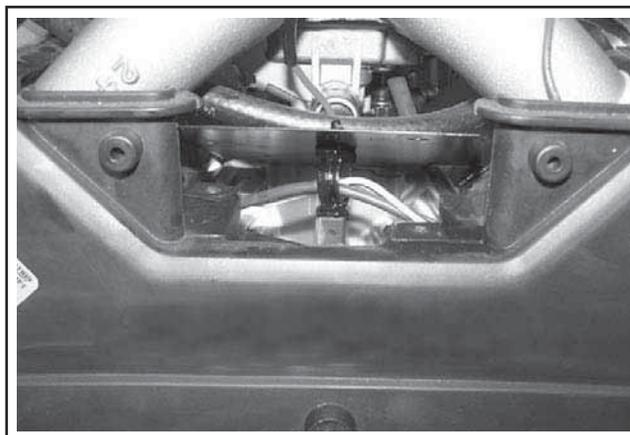

Figure 11-53. Introduction du câblage (modèles bicylindres).
2. **Modèles avec collecteur (carburateur) bicylindres :** Introduire le câblage à travers le clip de montage sur le dessous de tête de l'écran à débris, si précédemment séparé. Placer l'écran à débris soigneusement sur la partie arrière, tant que possible. Voir la Figure 11-53.